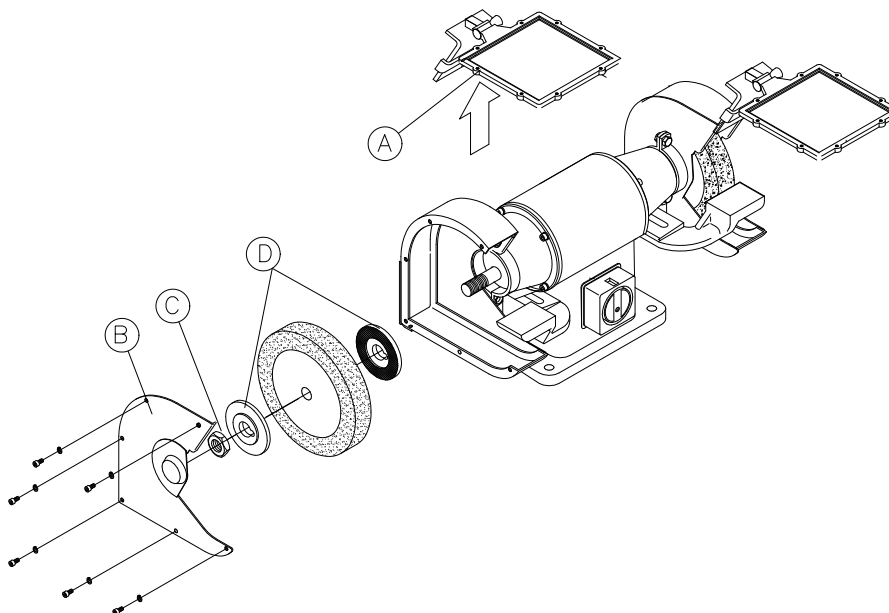

Fig.: 2.1
Når slibeskiven skal skiftes afmonteres gnistfanget (A) (se *fig.: 2.1*) først, derefter aftages yderskærmen (B). Møtrikken (C) skrues af, nu kan yderflange og slibeskiven tages af. Den nye slibeskive må ikke overskride de mål, der er angivet på motorskiltet på maskinen, det er vigtigt at hul dimensionen er korrekt.